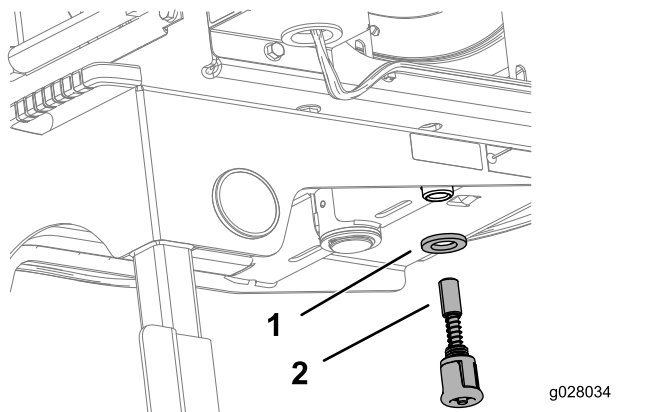

Figura 23
6. Installate la rondella e il perno a molla dalla parte inferiore del telaio dell'avvolgitubo (Figura 23).